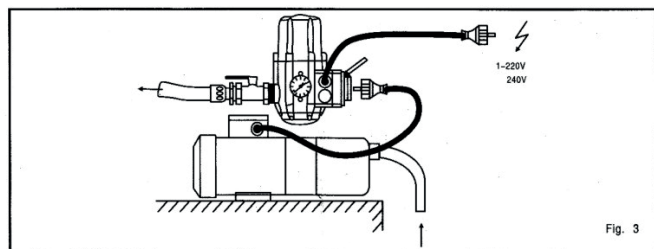

Fig. 3
### Conexão Elétrica (Fig.3)
Certifique-se de que a voltagem principal corresponda aos dados da placa de identificação. Ligue a bomba à unidade ECOPRESS (tomada integrada SCHUKO) e ligue esta unidade à tomada principal como mostrado na Fig.3.
- d) Conexão elétrica incorreta: Verifique as conexões de acordo com a Fig.3.